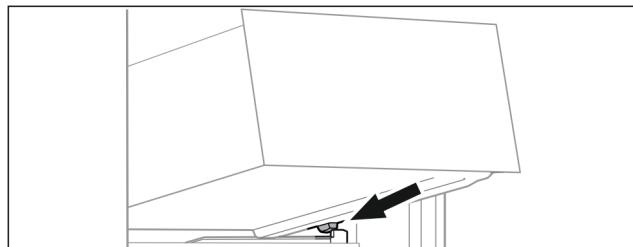

Fig. 15
- ▶ Nasadte zásuvku šikmo za zarázkami na rebro nádoby Fig. 15 (1).